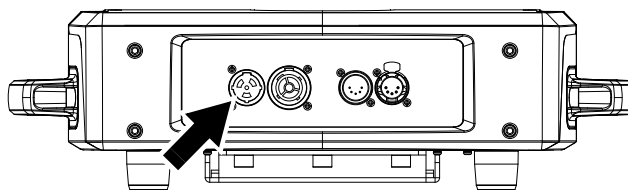

Figure 7 : Embase d'alimentation
2. Voir Figure 7. Aalignez les détrompeurs du connecteur TRUE1 du câble d'entrée d'alimentation avec ceux de l'embase MAINS IN (voir ci-contre). Insérez le connecteur dans l'embase et tournez-le dans le sens horaire pour le bloquer. Si le connecteur semble difficile à tourner, sortez-le de l'embase, vérifiez que vous avez correctement aligné les détrompeurs et essayez à nouveau (n'appliquez pas de force excessive). Assurez-vous que le verrou du connecteur émet un « clic » et que le connecteur est bien verrouillé dans l'embase.